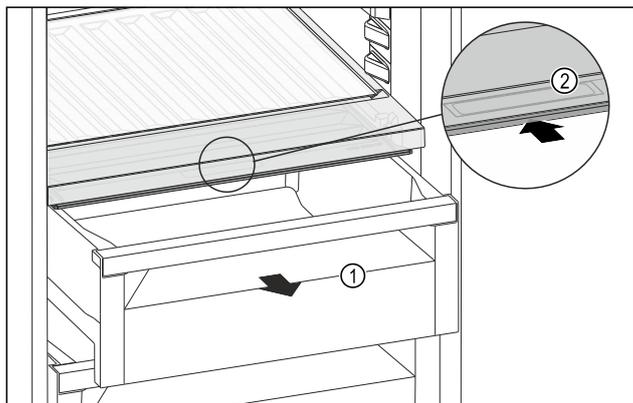

Fig. 157
- ▶ Retirer le tiroir Fig. 157 (1).
- ▶ Saisir la poignée encastrée Fig. 157 (2) du couvercle du compartiment et pousser le couvercle du compartiment vers l'arrière.